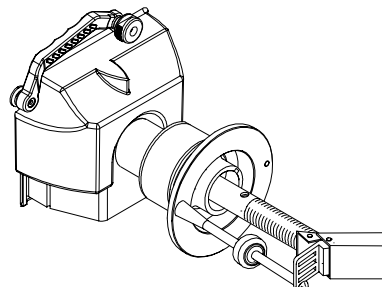

Figure 49
13. L'afficheur indique maintenant "**IO**" "**CAL**" "**SLG**". Visser le poids de calibrage sur l'extérieur de la bride. Mettre en contact le bout du dispositif de mesure largeur avec le bout de l'élément de calibrage et le maintenir pendant une seconde ou appuyer sur le bouton "**F**" (Figure 49). L'afficheur indique "**SAP**" "**E-2**" "**FIN**" pendant une seconde suivi d'une sonnerie indiquant que le calibrage a été réussi. L'unité passe à l'état inactif.